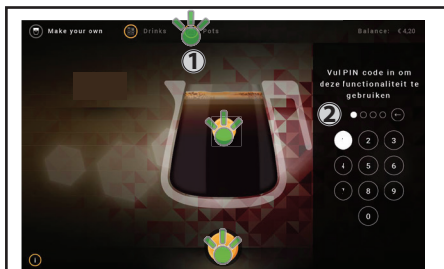

Fig. 4.9 - « Cruches »
1. Appuyez sur l'icône en haut à gauche « Cruches » **(1)** sur l'écran tactile, lorsque le distributeur est en mode de distribution (fig. 4.9).
2. Tapez le code PIN **(2)**, le cas échéant (fig. 4.9).